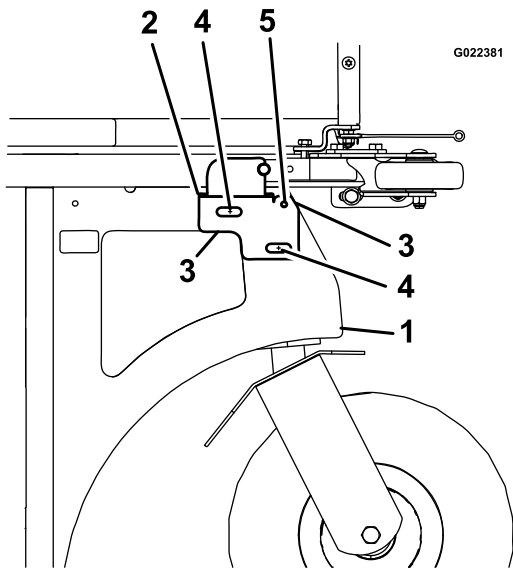

Figura 2
- Coloque el soporte de la leva en el bastidor trasero izquierdo y alinee el taladro superior derecho, el radio interior del soporte de la leva y los bordes (Figura 2).